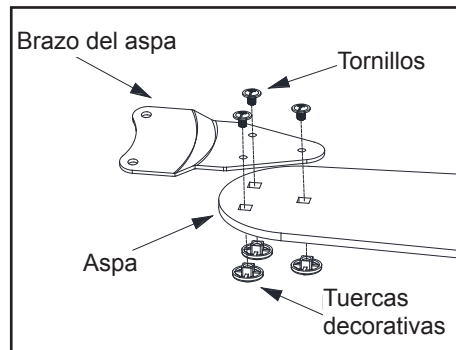

Figura 13
1. Monta un aspa en el soporte de la misma usando las tuercas decorativas y los tornillos para montar las aspas incluidos. Inserta un tornillo de montaje de aspas a través del orificio del soporte del aspa, el aspa y dentro de la tuerca decorativa. Aprieta firmemente todos los tornillos. (Figura 13)
2. Repite estos pasos para cada aspa y soporte de aspa. (Figura 13)